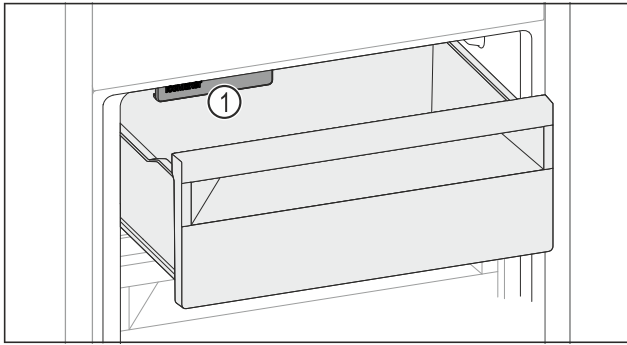

Fig. 146
- ▶ IceMaker Fig. 146 (1) berücksichtigen.